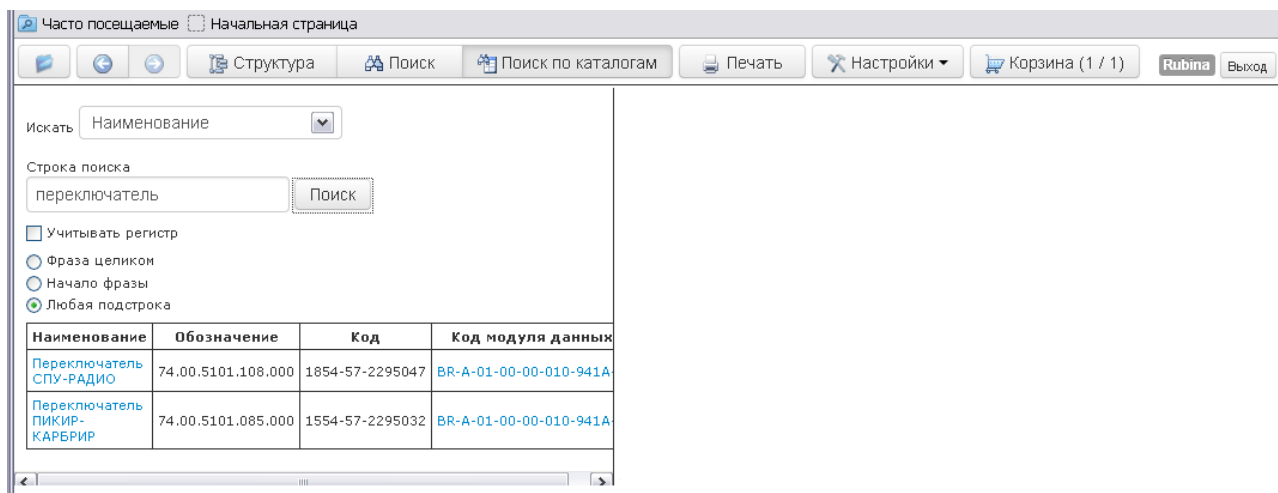

Рис. 32
6. Нажмите на кнопку **Поиск**. В нижней части окна отобразится список найденных позиций (Рис. 32).